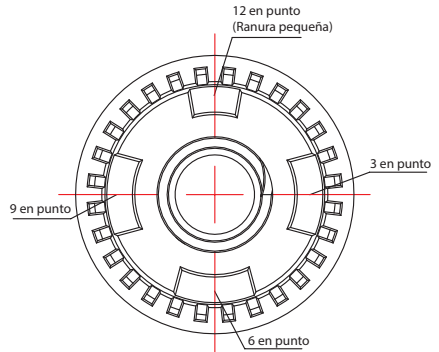

Fig. 2
5. Para configuraciones avanzadas, el vástago está dividido en 28 direcciones para personalizar el flujo de agua en su instalación. Cada una de las divisiones está 13 grados entre sí. Los usuarios pueden elegir parcialmente abierto, semi abierto, parcialmente cerrado, etc. Estos ajustes no son mencionados en la tabla. La posición 12 (la ranura pequeña) en punto siempre será la referencia para cada ajuste (Fig.2). la leva superior afecta la posición punto de paro en sentido de las manecillas del reloj.